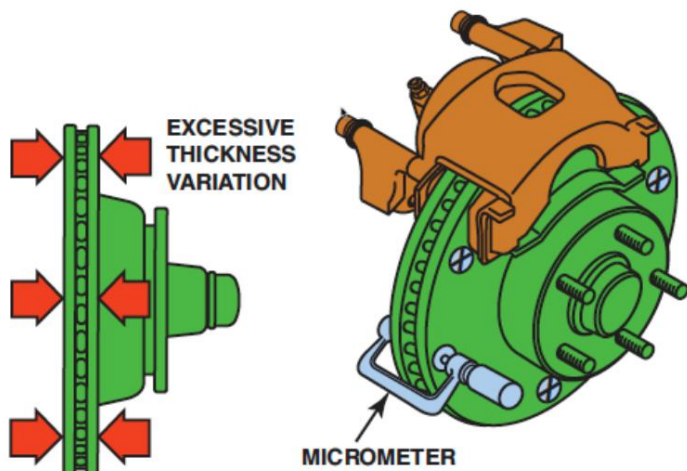

Figura 18. La variación de espesor se mide con un micrómetro.
La falta de paralelismo, también llamada variación de espesor (TV), es una variación en el espesor del rotor cuando se mide en varios puntos de su circunferencia. Un rotor con superficies de fricción no paralelas es la causa más común de pulsaciones en el pedal de freno de disco. La mayoría de los fabricantes especifican que las dos superficies de fricción de un rotor deben ser paralelas con una tolerancia de media milésima de pulgada (0,0005 pulgadas [0,013 mm]) o menos. Figura 18.